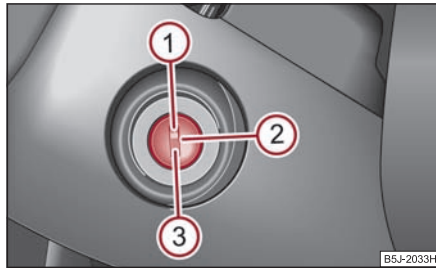

Abb. 123 Zündschlossstellungen
- Den Motor schalten Sie durch Drehen des Zündschlüssels in Stellung  aus ⇒ Seite 101, Abb. 123.